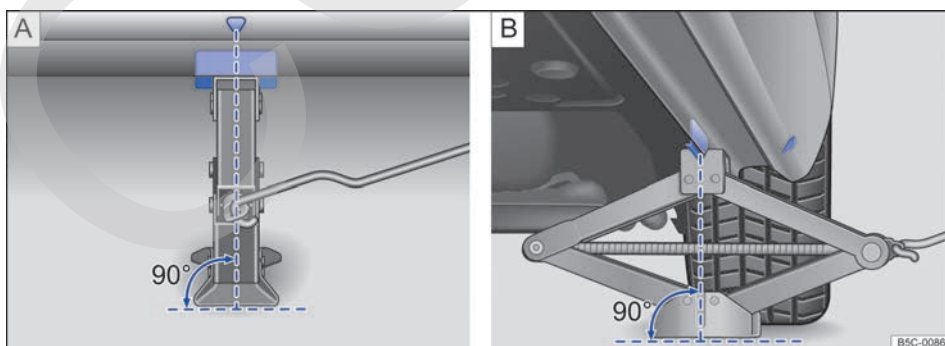

Fig. 228 Gato colocado en el lado izquierdo del vehículo, en la zona trasera.
8. Asegúrese de que toda la base del gato descansa firmemente sobre el suelo y de que se encuentre exactamente debajo del punto de apoyo en vertical → fig. 228.
9. Centre el gato y siga subiéndolo con la manivela hasta que la garra sujete el refuerzo de debajo del vehículo → fig. 228.
- Coloque el gato únicamente en los puntos descritos. La garra del gato deberá sujetar bien el refuerzo del larguero inferior → fig. 228.